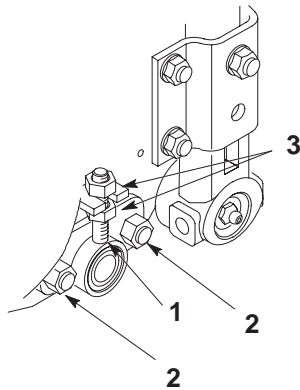

図5
6. ベッドバー・アジャスタをカuttingユニットのサイド・プレートに固定しているロックナット(2個)をゆるめる(図5)
7. ベッドバー・アジャスタを上または下に動かして調整する。ベッドナイフとリールが最初に触れ合ってから2ノッチ以内で、ベッドナイフの全長にわたって紙がきれいに切れるように調整する(図5)